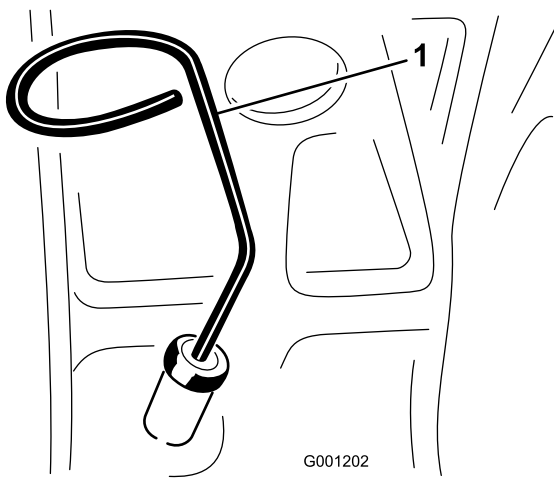

Bild 22
2. Nehmen Sie den Peilstab heraus und wischen Sie ihn ab. Stecken Sie ihn dann ganz ein (Bild 22). Nehmen Sie den Peilstab heraus und prüfen Sie den Ölstand. Der Ölstand sollte an der Voll-Markierung sein.